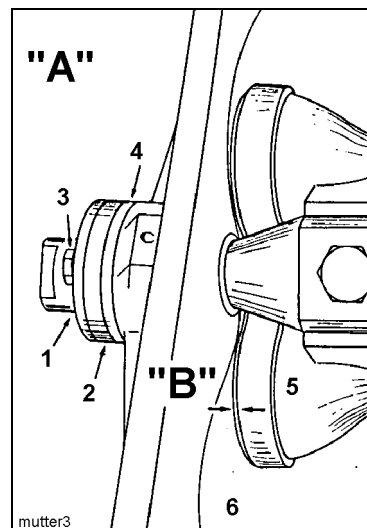

Fig. 1
- Desenroscar el tornillo de seguridad 3 (Fig. 1) y retirarlo junto con la arandela.